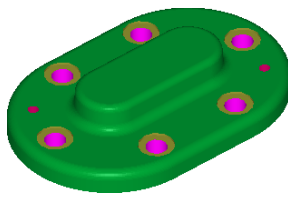

图 16.30 仿真结果
(1) 在 **刀具路径管理器** 选项卡中单击  按钮, 然后单击  按钮, 系统弹出“Mastercam Simulator”对话框。
(2) 在“Mastercam Simulator”对话框中单击  按钮, 系统弹出“验证选项”对话框, 在 **形状** 区域选中  **文件** 单选项, 然后单击 **材料文件:** 后的  。系统弹出“打开”对话框, 打开文件 D:\mcx7.11\work\ch16\pump_top_rough; 单击“验证选项”对话框中的  按钮。
(3) 在“Mastercam Simulator”对话框中单击  按钮, 系统将开始进行实体切削仿真, 结果如图 16.30 所示。